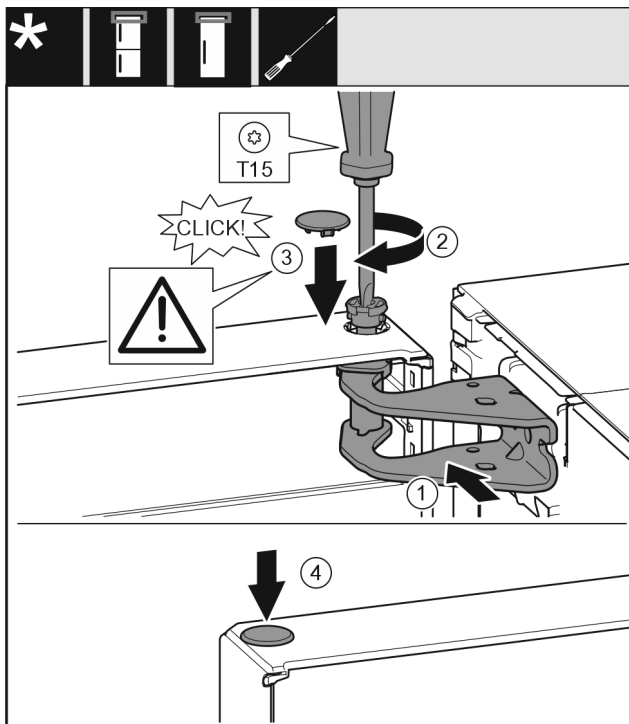

Fig. 15
- ▶ Deur boven uitlijnen op de opening in de lagerbus. Fig. 15 (1)
- ▶ Bouten aanbrengen en met schroevendraaier T15 vastschroeven. Fig. 15 (2)
- ▶ Veiligheidsafdekking voor de veiligheid van de deur monteren: Veiligheidsafdekking aanbrengen en controleren of deze op de deur rust. Anders bout volledig aanbrengen. Fig. 15 (3)
- ▶ Stop aanbrengen. Fig. 15 (4)